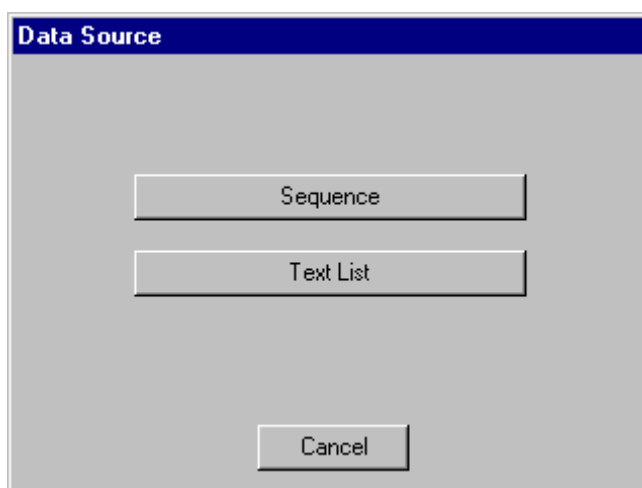

Рис. 7-6. Окно выбора источника данных
1. В окне выбора источника данных (см. рис. 7-6) нажать кнопку **Text list** (текстовый список).
1. В окне выбора источника данных нажать кнопку **Text List** (текстовый список) (см. рис. 7-6 на стр. 7-12).